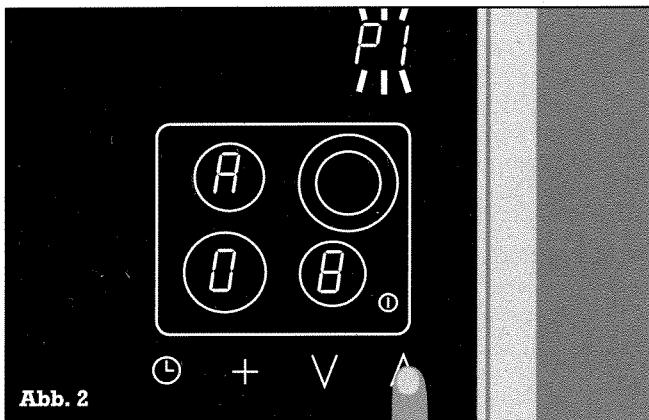

Abb. 2
- Nun können Sie durch Berühren der Symbole V oder A eine Ankochzeit von 1 bis 15 Minuten wählen. Im Kochzonen-Anzeigefeld wird die eingestellte Zeit angezeigt (A Ø 1 bis A 15) und P1 blinkt (Aufforderung zum Speichern) (Abb. 2).